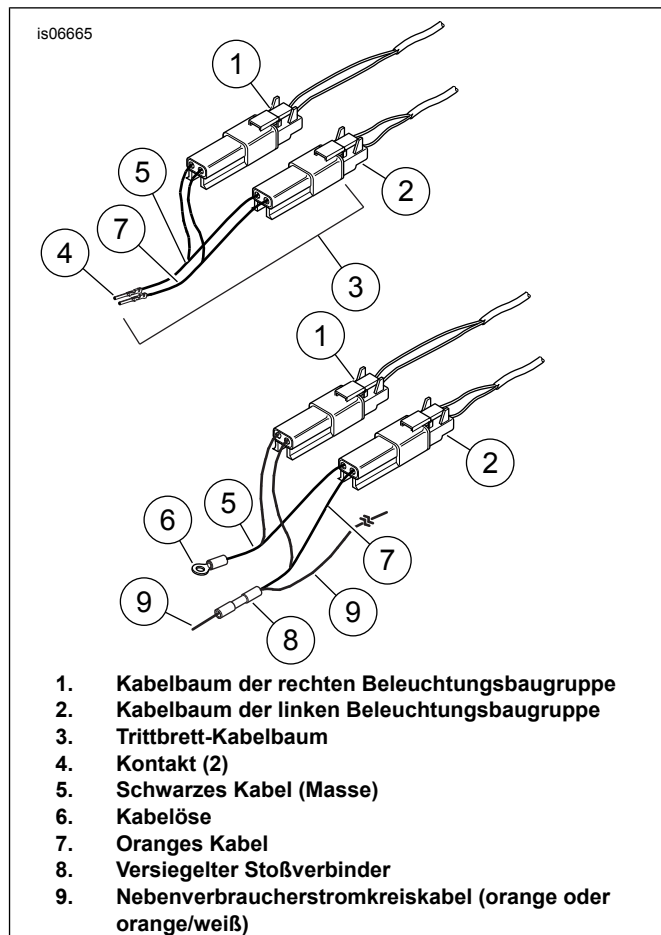

Abbildung 11. Elektrikanschlüsse - Alle Modelle bis 1993 und alle Softail-Modelle bis 2010
1. Siehe Abbildung 11. Die rechten (1) und linken (2) Kabelbäume der Leuchtenbaugruppe in den im Satz enthaltenen Trittbrettkabelbaum (3) einstecken.
2. Den vorhandenen Kontakt so nah wie möglich am Steckverbinder vom schwarzen Kabel (5) abschneiden. Ein 10 mm (3/8 in) langes Stück vom Ende der zu spleißenden Kabel abisolieren und eine Kabelöse (6) aus dem Satz anbringen.
3. Die Kabelöse (6) am Massebolzen unter dem Sitz anschließen.